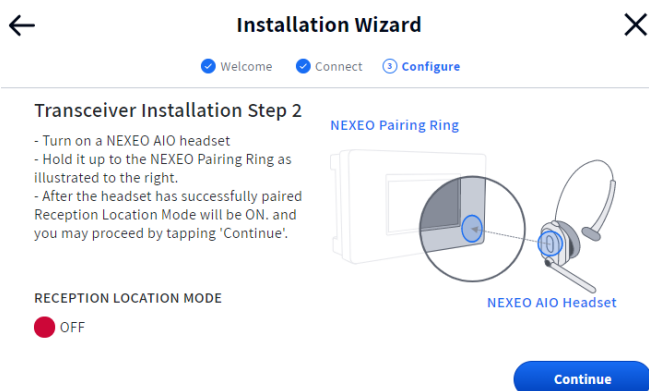
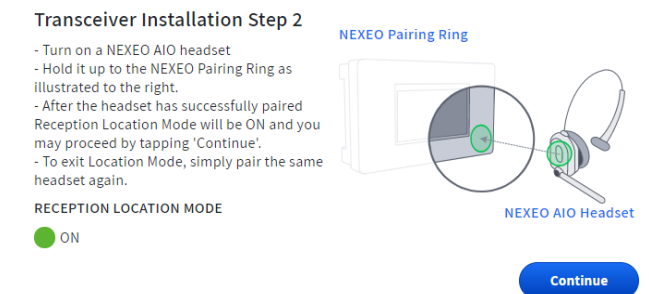
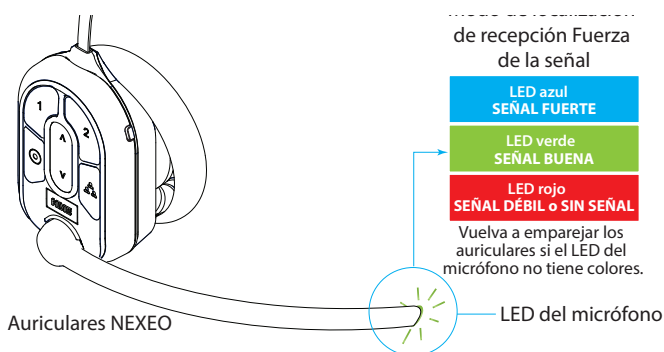

Fig. 2.7
Fig. 2.8
Fig. 2.9
- Es fundamental encontrar una buena ubicación para el transceptor remoto (vea fig. 2.8 y 2.9). Lea también sobre el "Transceptor remoto (RT7000) 14" on page v en Notas de los componentes y revise los Pasos críticos en estas instrucciones.
10. **Paso crítico:** en la etapa de Configuración del Asistente de Instalación, la pantalla del Paso 2 de la Instalación del Transceptor le pide que utilice un auricular emparejado cambiado al Modo de Localización de la Recepción (fig. 2.7). Cuando se empareja un auricular en este paso, el indicador del modo de localización de la recepción pasa de  a  (fig. 2.8). Pulse "Continuar" para pasar al paso 3 de la instalación del transceptor. Deberá recorrer todas las áreas de la tienda en las que se usarán los auriculares para asegurarse de que haya buena señal. El LED de micrófono en la punta del micrófono de los auriculares parpadea en diferentes colores para indicar las áreas con una recepción fuerte o débil (la pantalla de NEXEO muestra esta gama de colores que también se muestra aquí en la fig. 2.9). Dependiendo de los resultados, es posible que tenga que reposicionar el transceptor remoto antes de encontrar la ubicación óptima.